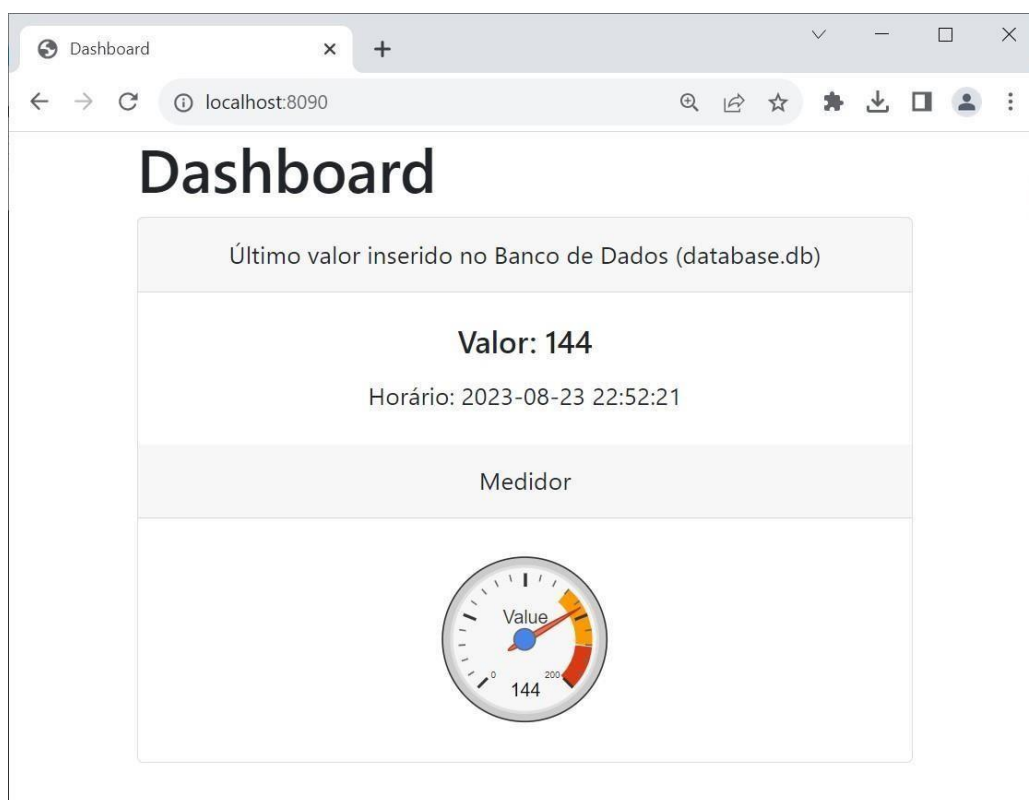

Figura 1
a) Abra um navegador web no seguinte endereço (veja a Figura 1):